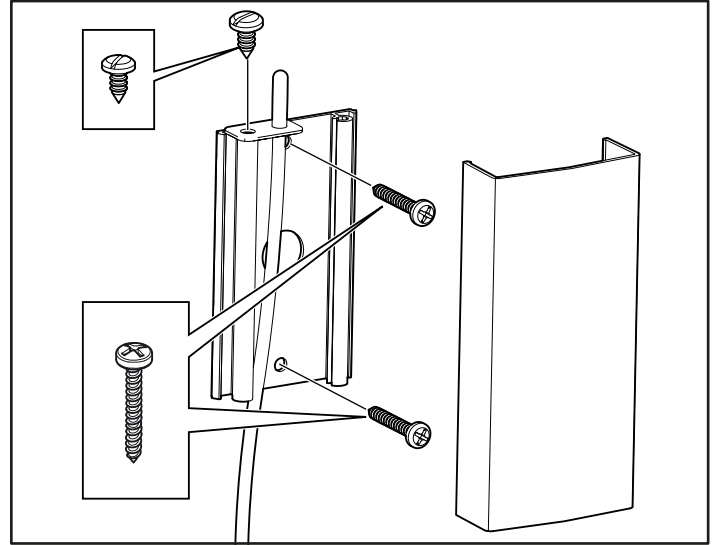
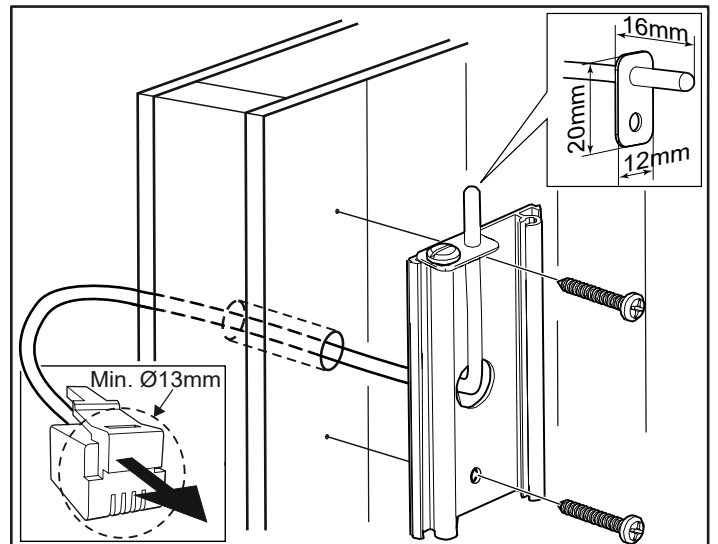

Fig 12: Montering av sensorn
Fig 13: Ledningsdragning genom vägg.
9. Montera sensorn på väggen se Fig 12. Termistorledningen kan även dras igenom väggen. Täta eventuella hål i väggen bakom sensorn, se Fig 13. Termistorledningen kan förlängas utanför bastun med svagströmsledning (2-ledare).